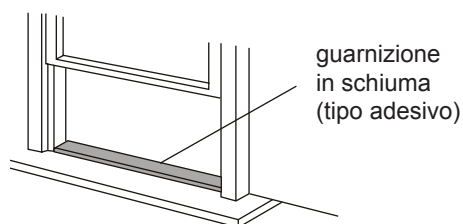

Fig.8
1. Tagliare la guarnizione in schiuma (tipo adesivo) alla lunghezza adeguata e posizionare sul davanzale della finestra. Fig.8